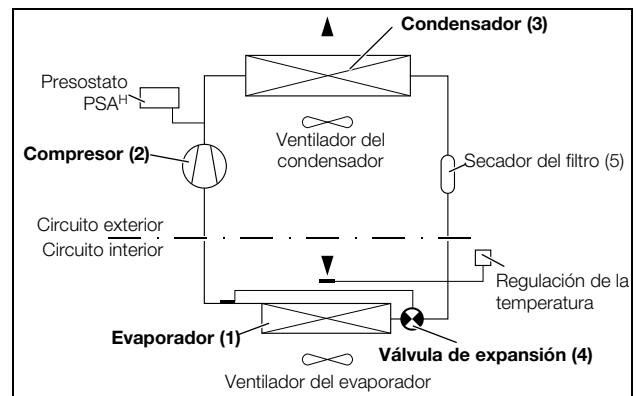

Imagen 3: Circuito de refrigeración
El refrigerador (instalación frigorífica de compresión) consta de cuatro componentes básicos (ver imagen 3): Evaporador (1), compresor del medio refrigerante (2), condensador (3), así como válvula de regulación o de expansión (4), unidos entre si por medio de tuberías. Este circuito contiene un agente ligeramente hirviendo, el fluido frigorífico. El medio refrigerante R134a (CH_2FCF_3) está exento de cloro. Su capacidad de destrucción del ozono (OZP) es 0.